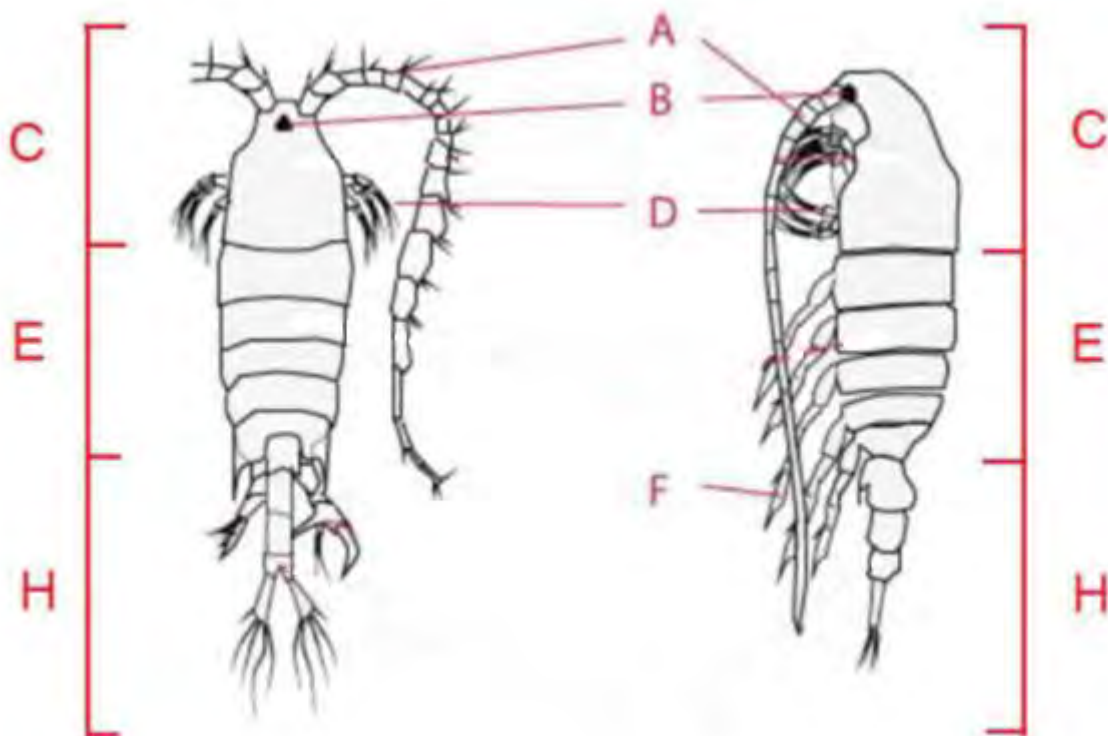

Figure 3.1. Schéma d'un copépode, vu sous deux faces
Sous quelles faces les copépodes sont-ils représentés dans la **Figure 3.1** ?
- *Faire correspondre les lettres (**Figure 3.1**) avec les noms et écrire les réponses sur la feuille de réponses, case 3.6.*